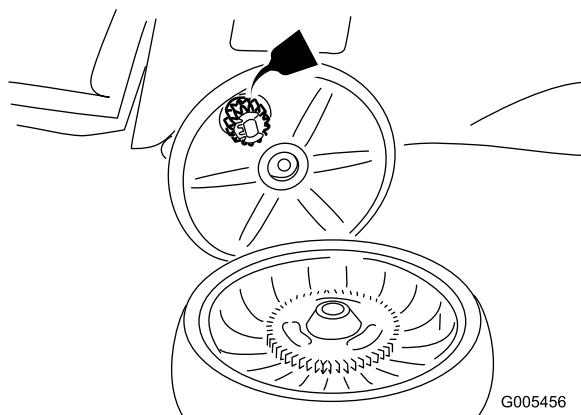

Figure 31
2. Appliquez une couche d'huile de graissage à l'intérieur et à l'extérieur des engrenages, de la manière indiquée (Figure 31).